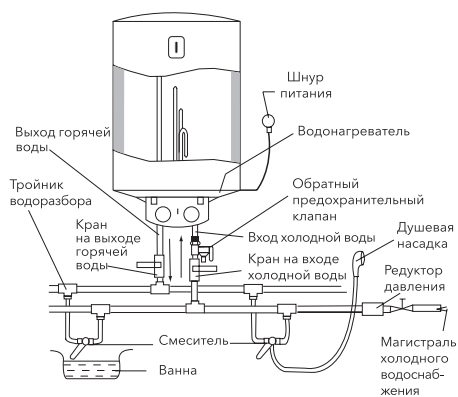

Рис. 6.
- Если необходимо реализовать многоканальную систему водоснабжения, используйте способ соединения (см. рис. 6 и 7).